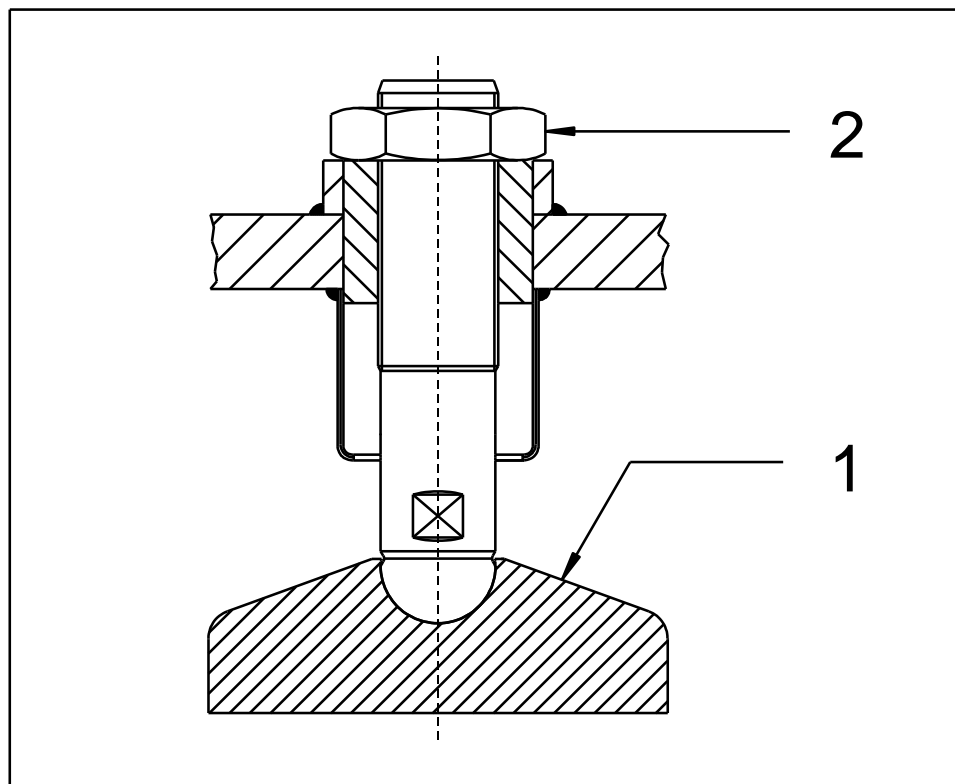

ABBILDUNG 2.8.1
- nun die Füße mit dem entsprechenden Ring feststellen (Abb. 2.8.1, Pos. 2).